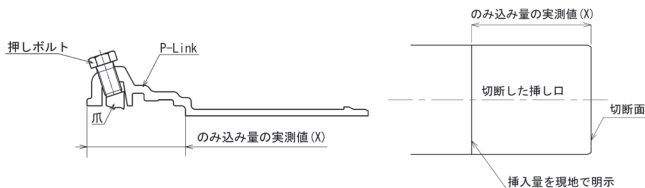

図53 挿し口の挿入量 (X)
P-Linkにゴム輪をセットする前に、P-Link端面から奥部までののみ込み量の実測値 (X) を測定する。それを切断した挿し口の挿入量 (X) として挿し口外面全周 (または円周4ヵ所) に白線で明示する (図53参照)。